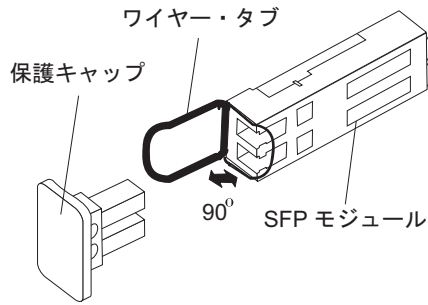

図 17. SFP モジュール・ラッチのアンロック - プラスチック・タブの場合
- プラスチック・タブが入っている SFP モジュールの場合は、50 ページの図 17 に示すように、プラスチック・タブを外側に 10° 引いて SFP モジュール